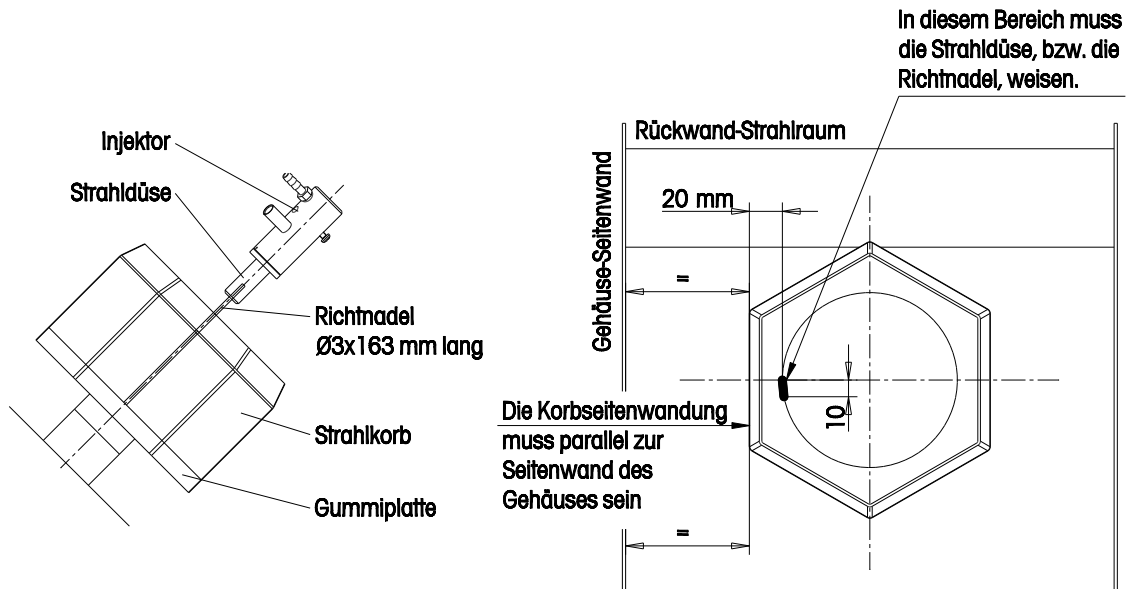

Abb. 7: Einstellung der Strahldüse
Achtung Bei erneutem Einbau des Injektors (20) für automatisches Abstrahlen unbedingt den Injektor samt Strahldüse mittels der Richtnadel (75) ausrichten. Die Richtungskorrektur der Düse wird an den zwei Schrauben (15) vorgenommen. Siehe Abb. 2 Seite 5 und Abb. 7 Seite 13.